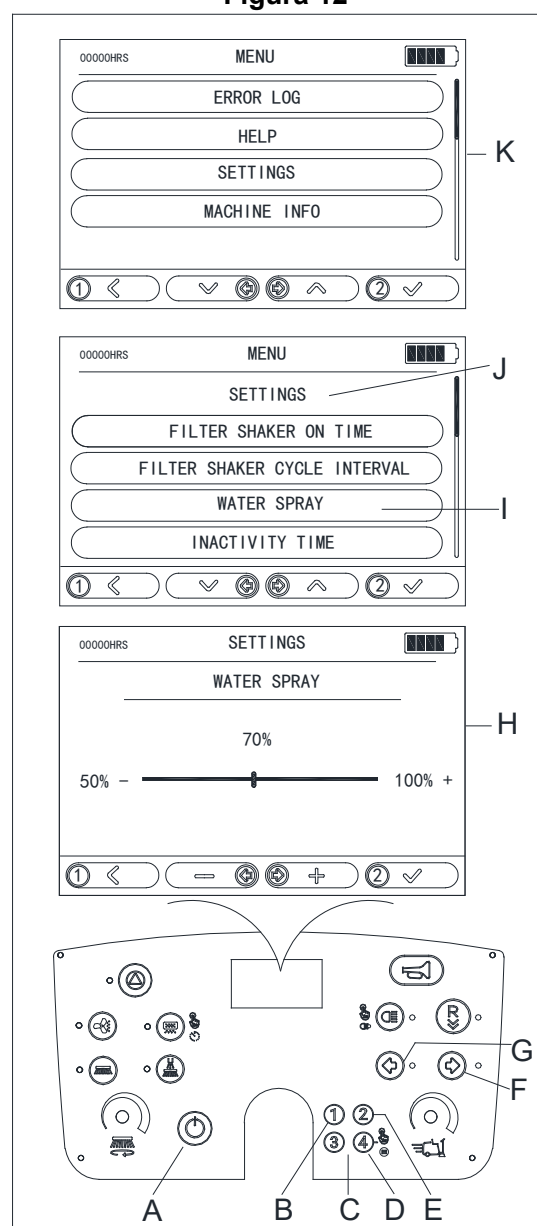

Figura 13
1. Pressione o botão de energia (A, Figura 13).
2. Utilize o terminal do PIN de 4 dígitos (C, Figura 13) para introduzir a senha. A senha padrão é 1234.
3. Após iniciar sessão com sucesso, mantenha premido o botão ④ (D, Figura 13) durante 2 segundos para entrar na interface do MENU (K, Figura 13).
4. Na interface do MENU, pressione o botão ① (B, Figura 13) para voltar ao menu anterior, pressione o botão esquerdo do indicador (G, Figura 13) para deslocar-se para baixo, pressione o botão direito do indicador (F, Figura 13) para deslocar-se para cima, selecione "CONFIGURAÇÕES" e, em seguida, pressione o botão ② (E, Figura 13) para confirmar a seleção e entrar na interface de CONFIGURAÇÕES (J, Figura 13).
5. Na interface de CONFIGURAÇÕES (J, Figura 13), selecione (I, Figura 13) ASPERSÃO DE ÁGUA para entrar na interface de configurações de ASPERSÃO DE ÁGUA (H, Figura 13).
6. Pressione o botão esquerdo do indicador (G, Figura 13) para diminuir a velocidade de pulverização, pressione o indicador direito (F, Figura 13) para aumentar a velocidade de pulverização e ajuste para a configuração desejada e, em seguida, pressione o botão ② (E, Figura 13) para atualizar a alteração.